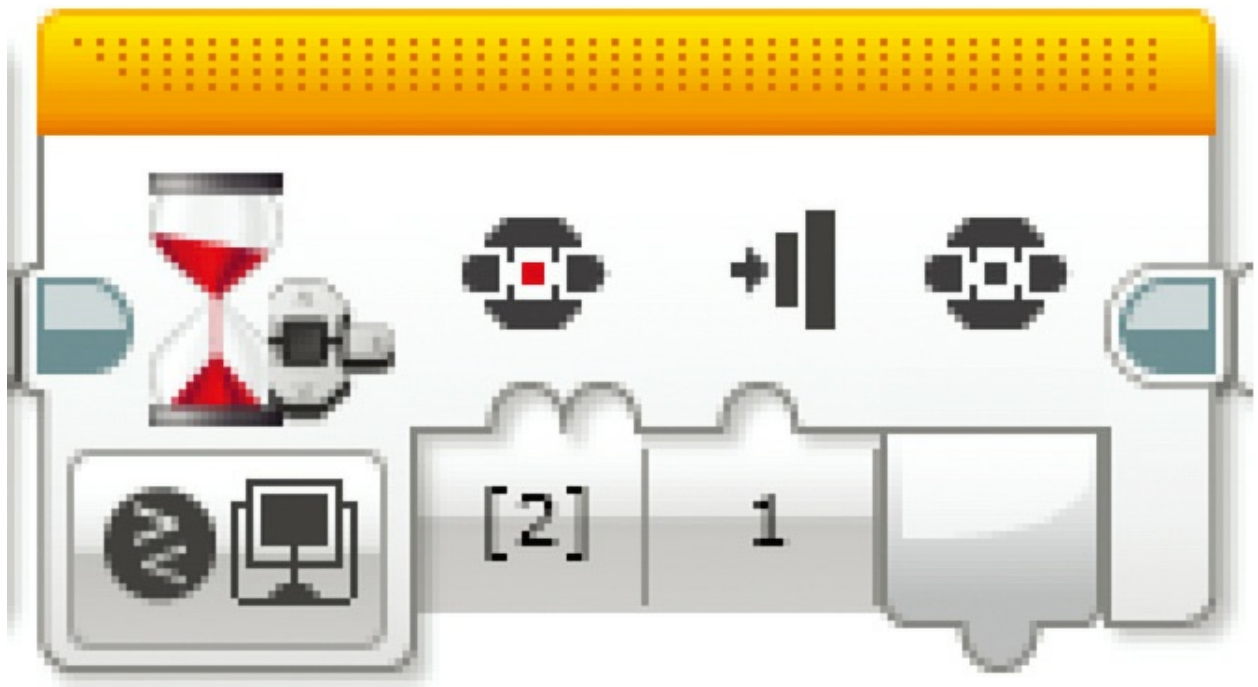

图8.32 等待模块设置为只在中心按钮按下时触发
- 更换等待模块的模式到程序块按钮，比较并指定一个事件在特定按钮（如图8.32所示）。